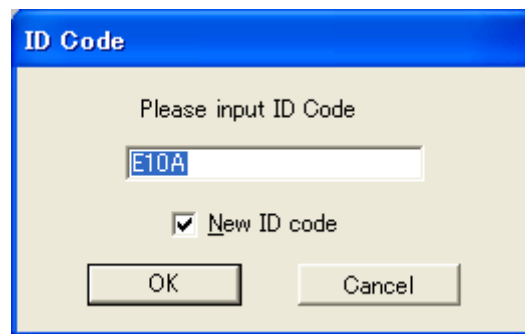

図 6 ID Code 要求
10. ID Code を要求されるので図 6 に示すように、「E10A」と入力し、New ID code にチェックを入れてから OK を押してください。